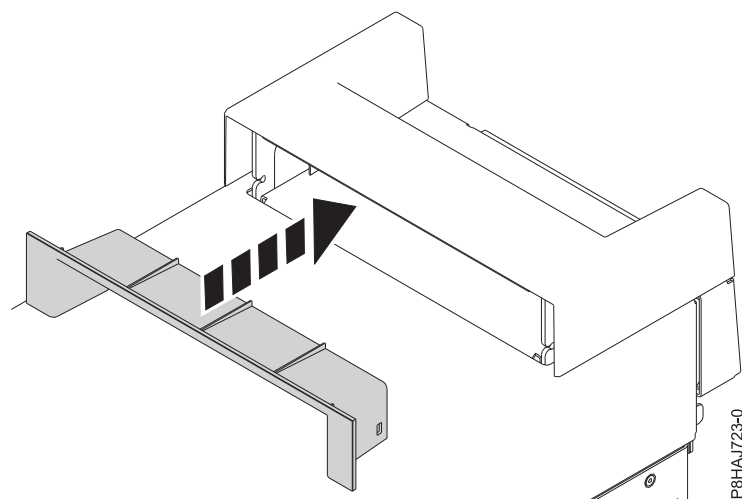

Figura 24. Inserir a peça na tampa da pega num sistema autónomo 8286-41A
2. Insira a peça na tampa da pega empurrando com firmeza para a tampa da pega como apresentado na Figura 24.